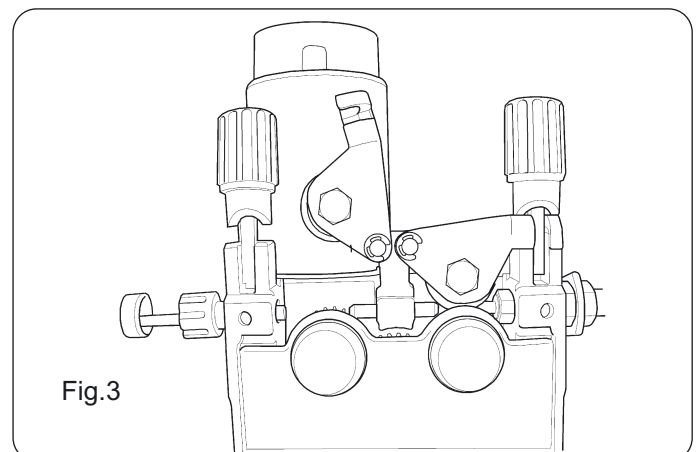

Fig.3
- **Belangrijk: voor het lassen van aluminiumdraden en met name voor draden met een doorsnede van Ø 0,8 of 1mm is het uiterst belangrijk de druk op de sleeprol op een minimum af te stellen. Het is bovendien zeer belangrijk, als men gebruik maakt van aluminiumdraden met een reductiemotor met 4 rollen, om alleen de voorarm voor de druk op de sleeprol te gebruiken, zie Afb. 3.**